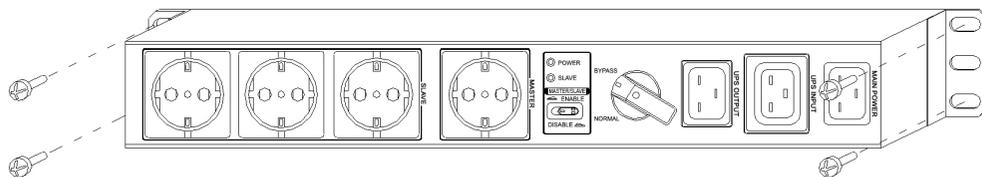

Рисунок 3 – Порядок установки модуля MBU 3K-220V на стену
**7.1.4** Установку модуля на стену следует производить в следующей последовательности (рисунок 3):